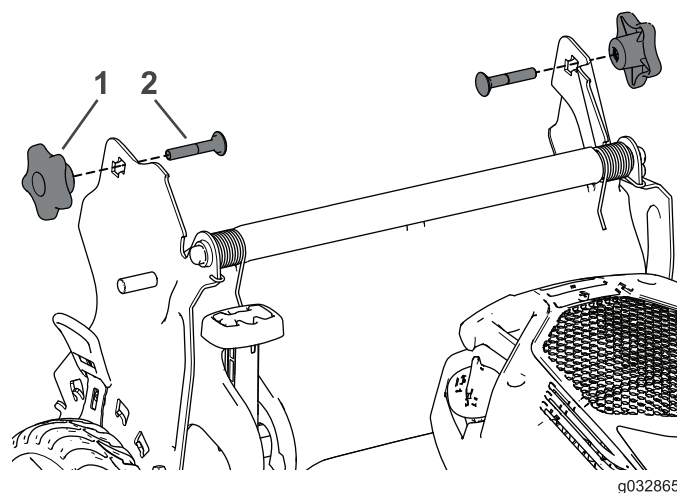

Figure 29
3. Insérez le boulon de carrosserie (la tête du boulon vers l'intérieur) dans le support du guidon et dans le trou supérieur à l'extrémité du guidon. Vérifiez que les bords carrés de chaque boulon de carrosserie s'engagent dans le trou carré supérieur ou inférieur du support de guidon correspondant (Figure 29).